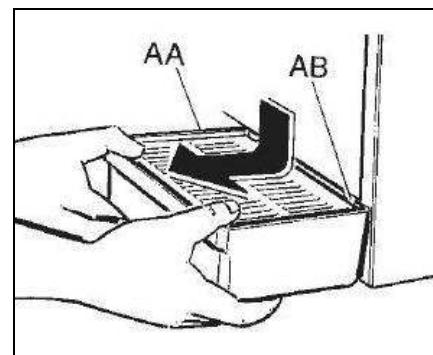

Fig. 21
- Démontez le bac de récupération gouttes (AA) en le tournant légèrement vers le haut et en le tirant vers l'extérieur (voir fig.21).